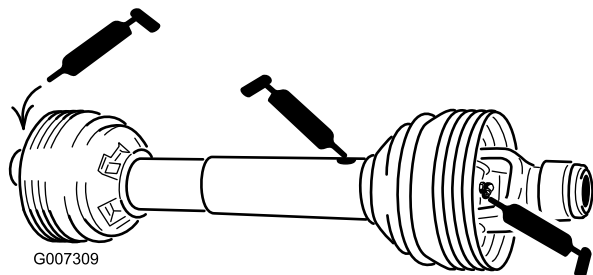

Figura 30
Eixo da tomada de força (3) (Figura 30)